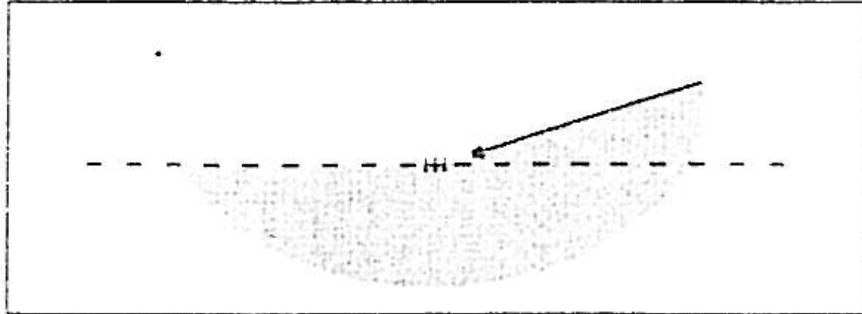

Fig. 10
- e) Assurez-vous qu'elle correspond à la ligne (voir la fig. 10 ou 11)
- g) Pour tester des phares asymétriques – actuellement les plus courants – (voir fig. 10), vous devez vous assurer que la projection éclaire également une partie de la section du panneau droit, au-dessus de la ligne horizontale, généralement à un angle de 15°.